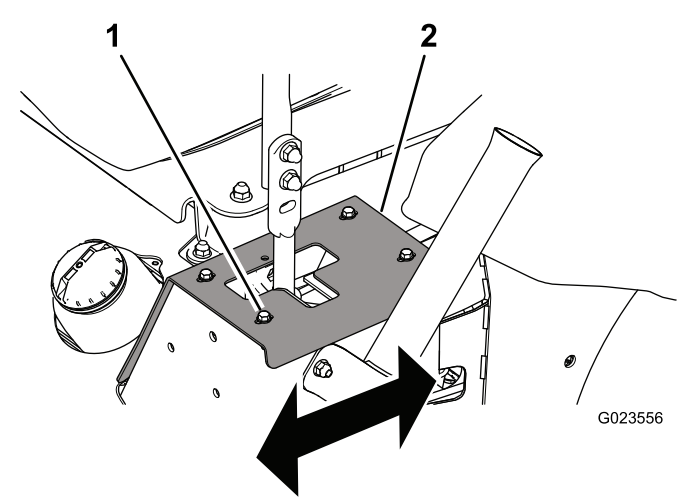

图55
- 如果轨迹偏右松开螺栓并将左限位板向后调节直到机器的轨迹笔直 图55。
- 如果轨迹偏左松开螺栓并将右限位板向后调节直到机器的轨迹笔直 图55。
3. 旋紧螺栓固定限位板 图55。